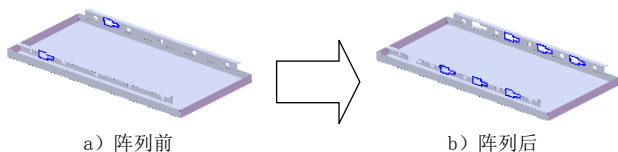
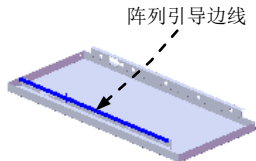

图 17.6.37 创建阵列（线性）2
图 17.6.38 选取阵列引导边线
Step18. 创建图 17.6.37 所示的阵列（线性）2。选择下拉菜单 **插入(I)** → **阵列/镜向(E)** → **线性阵列(L)...** 命令；单击 **要阵列的特征(F)** 区域中的文本框，选取切除一拉伸 1 作为阵列的源特征。单击 **方向1** 区域 后文本框，选取图 17.6.38 所示的边线为阵列引导边线，在 文本框中输入数值 80.0，在 文本框中输入数值 4。单击 按钮，完成阵列（线性）2 的创建。